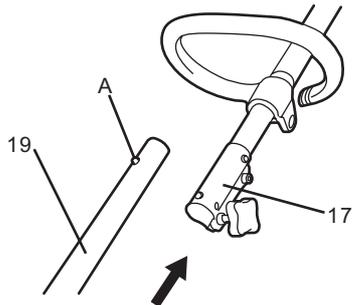

Fig. 2a
- 1). Alignez la partie inférieure du tube (19) avec le fermail (17) de manière à ce que la goupille de sécurité (fig. 2a, A) soit orientée vers le trou situé au milieu du fermail.
- 2). Appuyez sur la goupille et insérez le tube inférieur (19) dans le fermail (17) (fig. 2a).